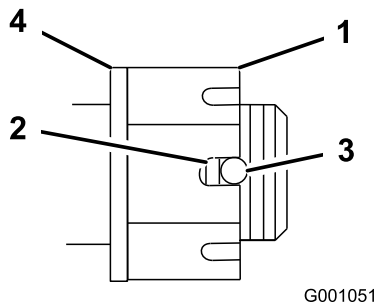

Figura 45
4. Apriete la tuerca almenada a 170 Nm (125 pies-libra) (Figura 45).
5. Compruebe la distancia desde el fondo de la ranura de la tuerca hasta el borde interior del taladro. Debe haber dos hilos o menos de la rosca visibles (Figura 45).
7. Apriete la tuerca almenada a 170 Nm (125 pies-libra) (Figura 45).
8. Apriete la tuerca hasta que el siguiente conjunto de ranuras esté alineado con el taladro del eje (Figura 45).